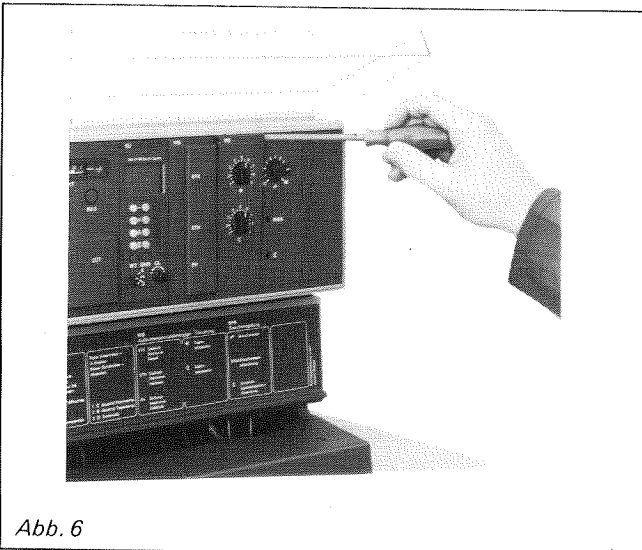

Abb. 6
9. Rechte Frontplatte „WS“ mit einem kleinen Schraubendreher nach vorn ausrasten (Abb. 6).